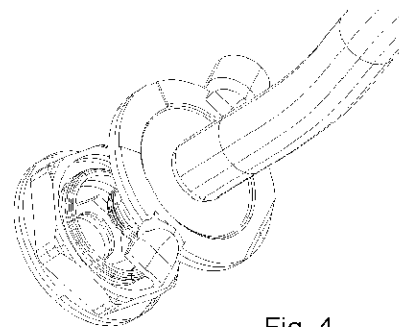

Fig. 4
- Fig4 – Introduzir a chave na válvula de esvaziamento.